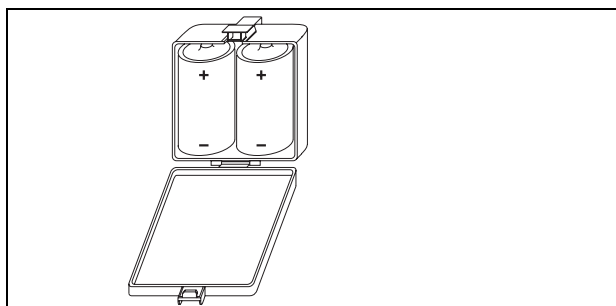

Fig. 6 Colocação das pilhas
- ▶ Instalar correctamente as duas pilhas (Fig. 6) tipo R de 1,5V fornecidas com o aparelho.